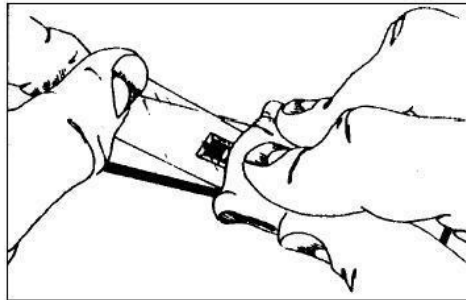

Figura D.6 Adhesión de la galga.
e) Adhesión. Inmediatamente desdoblar la cinta para quedar a aproximadamente 30° de la superficie del espécimen con la galga y terminal haciendo un 'puente' sobre el lugar de instalación. Mientras se sostiene la cinta con una ligera tensión, se aplica una presión deslizando con los dedos y la gasa vaya oprimiendo la galga y terminal sobre su posición y alineación deseadas (véase Figura D.6). Se presiona de manera firme al 'recostar' la galga